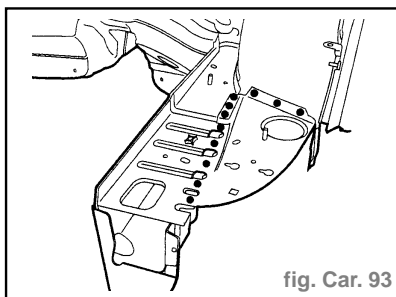

fig. Car. 93
- Souder par points électriques (avec l'équipement : **AB1**) (fig. Car. 93).